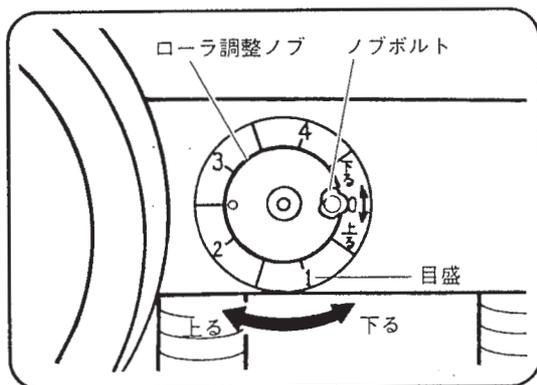
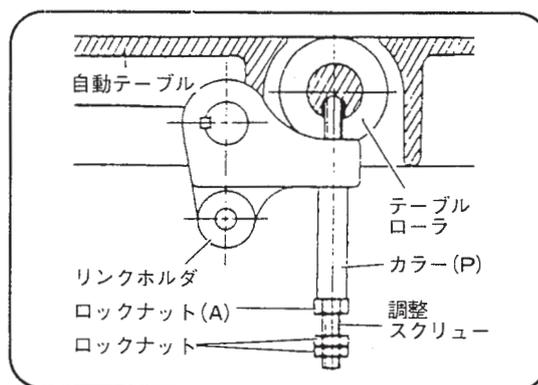

図 21
図 22
1. 自動テーブルのテーブルローラ(2本)は、ノブボルトをゆるめ、ローラ調整ノブを右（時計方向）へまわすと前後、同時に上がります。（図21）
3. 前後のテーブルローラの高さが不ぞろいの場合は、次の要領でテーブルローラの高さを合わせてください。（図21, 図22）